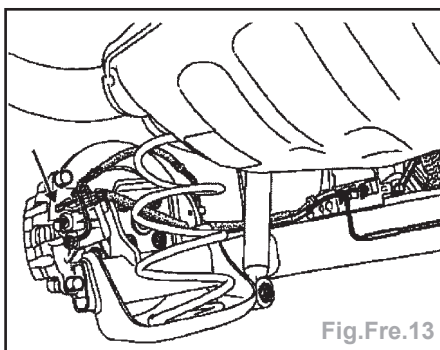

Fig.Fre.13
- du débattement des leviers de frein à main et les amener en butée vers le bas (flèche) (Fig.Fre.13).